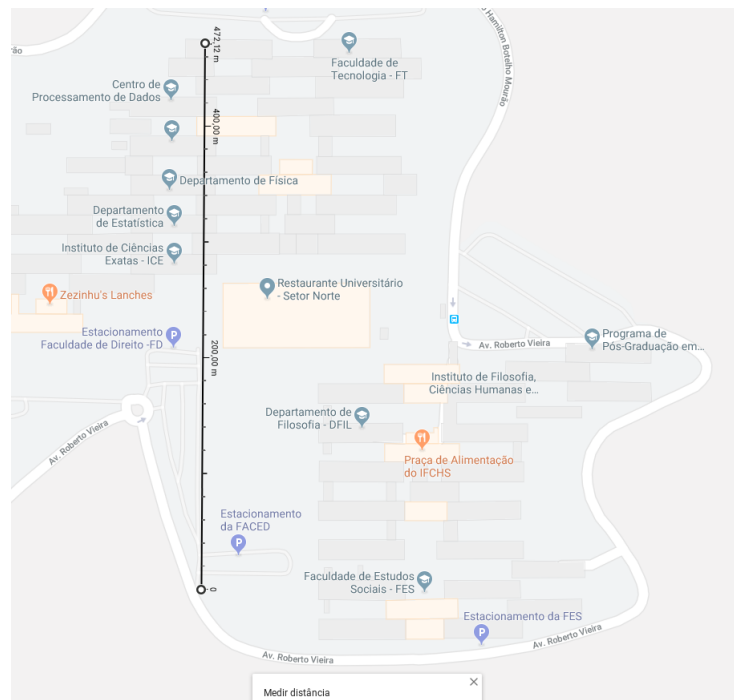
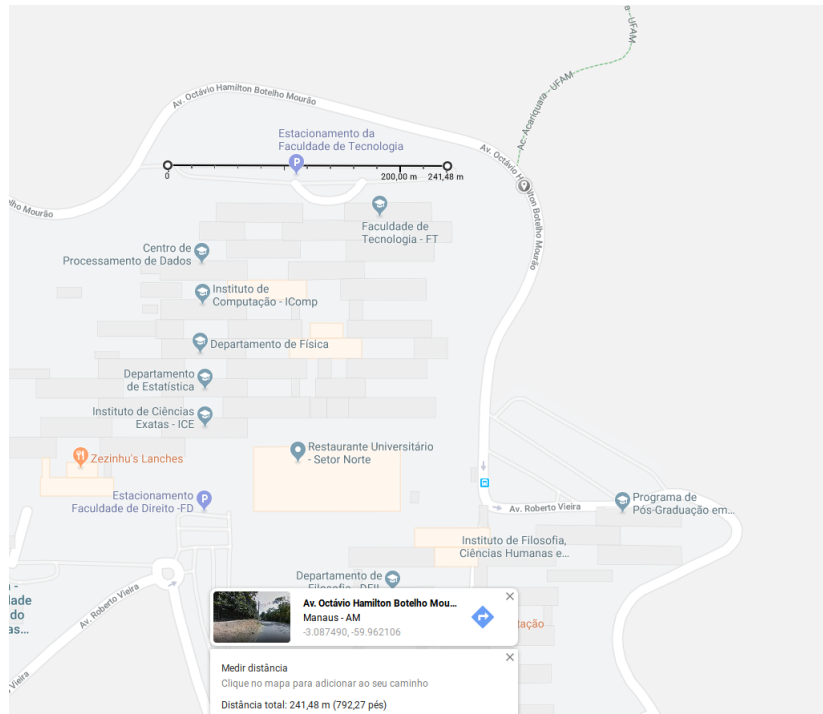

Figura 2: Cenário com visagem parcial
Figura 3: Cenário com visagem
2. Usando $BW = 500kHz$ e $CR = \frac{4}{5}$ varie o SF entre todos os valores possíveis. Utilize o estacionamento da FT para realizar um experimento com visagem e visagem parcial conforme Figura 2 e Figura 3. Considere que, no mapa mostrado nas figuras você precisa dividir a distância total em 5 amostras (ex.: 240m do estacionamento da FT dividido por 5 = 48. Então utilize saltos de 48 metros no experimento, 0-48m, 0-96m, e assim por diante). Tenha em mente que para cada experimento serão gerados 100 pacotes enumerados.
2. Usando $BW = 500kHz$ e $SF = 12$ varie o CR entre todos os valores possíveis. Utilize o estaci-onamento da FT para realizar um experimento com visagem e visagem parcial conforme Figura 2 e Figura 3. Considere que, no mapa mostrado nas figuras você precisa dividir a distância total em 5 amostras (ex.: 240m do estacionamento da FT dividido por 5 = 48. Então utilize saltos de 48 metros no experimento, 0-48m, 0-96m, e assim por diante). Tenha em mente que para cada experimento serão gerados 100 pacotes enumerados.
2. Usando $SF = 12$ e $CR = \frac{4}{5}$ varie o BW entre todos os valores possíveis. Utilize o estacionamento da FT para realizar um experimento com visagem e visagem parcial conforme Figura 2 e Figura 3. Considere que, no mapa mostrado nas figuras você precisa dividir a distância total em 5 amostras (ex.: 240m do estacionamento da FT dividido por 5 = 48. Então utilize saltos de 48 metros no experimento, 0-48m, 0-96m, e assim por diante). Tenha em mente que para cada experimento serão gerados 100 pacotes enumerados.